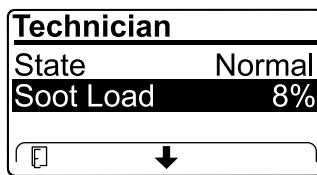

図 32
- すすの蓄積レベルDPFでの表示される図32を確認するすす蓄積表を参照